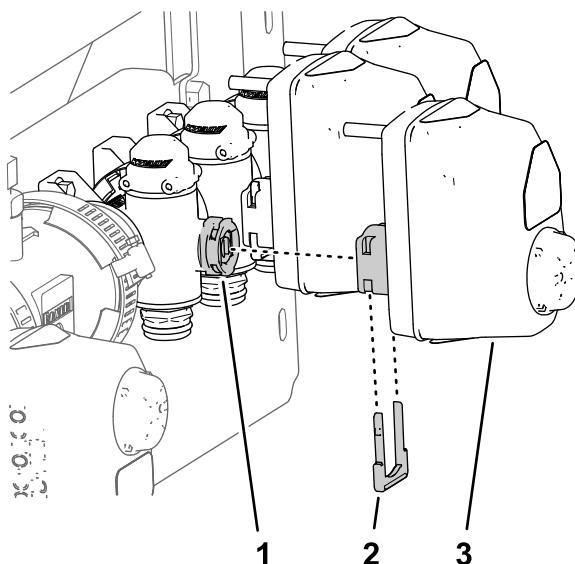

Figura 51
- Allineate l'accoppiatore dell'attuatore della valvola di sezione che avete rimosso al passaggio 2 di Rimozione dell'attuatore della valvola \(pagina 26\) con la porta dello stelo della valvola del collettore (Figura 51).
- Fissate l'attuatore della valvola di sezione alla valvola del collettore con il fermo (Figura 51)